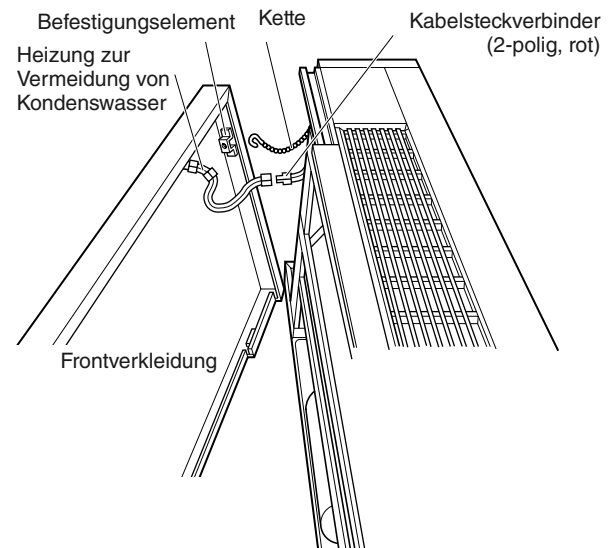

Abb. 3-181
- (4) Die Kette, mit der die Frontverkleidung an der Einheit gesichert ist, aus der Befestigung an der Verkleidung aushaken. (Abb. 3-181)